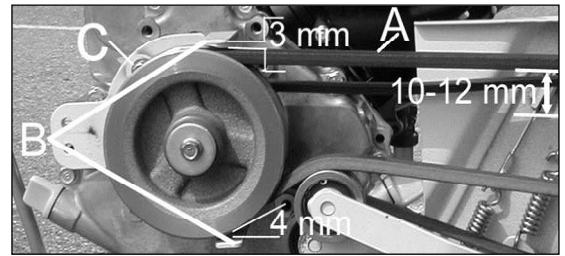

Figura 28
- Premere la cinghia con il dito in posizione (A, Figura 28). La cinghia deve muoversi di circa 10 - 12 mm. Se la cinghia non si muove adeguatamente, registrare nuovamente la tensione della cinghia.